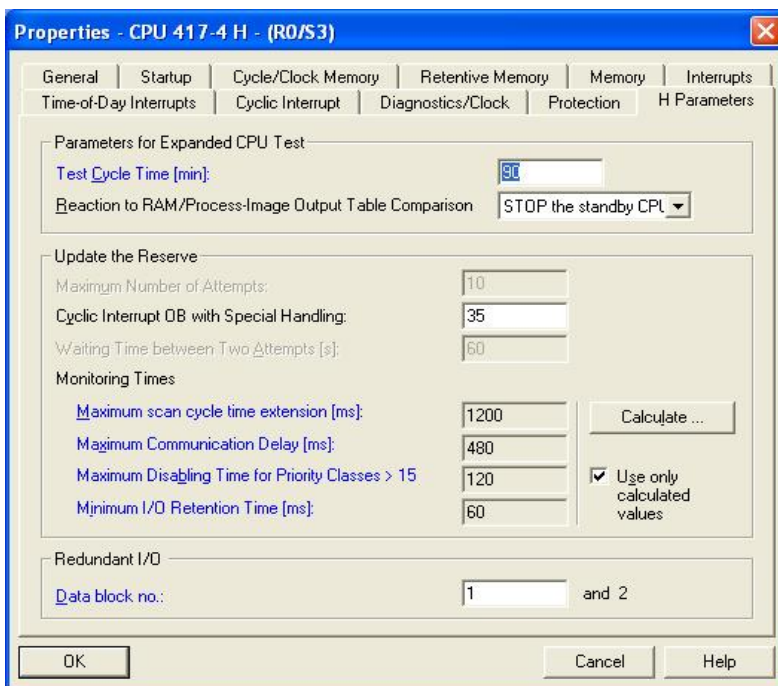

图 1-5 设置 H 系统自检测参数
- 在指定范围时间内完成（缺省 90 分钟），如图 1-5 所示：